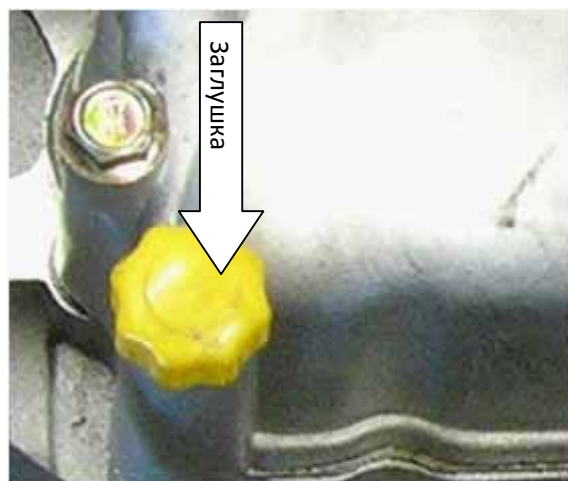

Рис.21
Открутите пластиковую заглушку на крышке клапанов и залейте 50 мл. чистого моторного масла (рис.21)
4. На графике зависимости высоты подъема от производительности мотопомпы (рис.21) находим величину расхода, она составляет примерно 200 л.